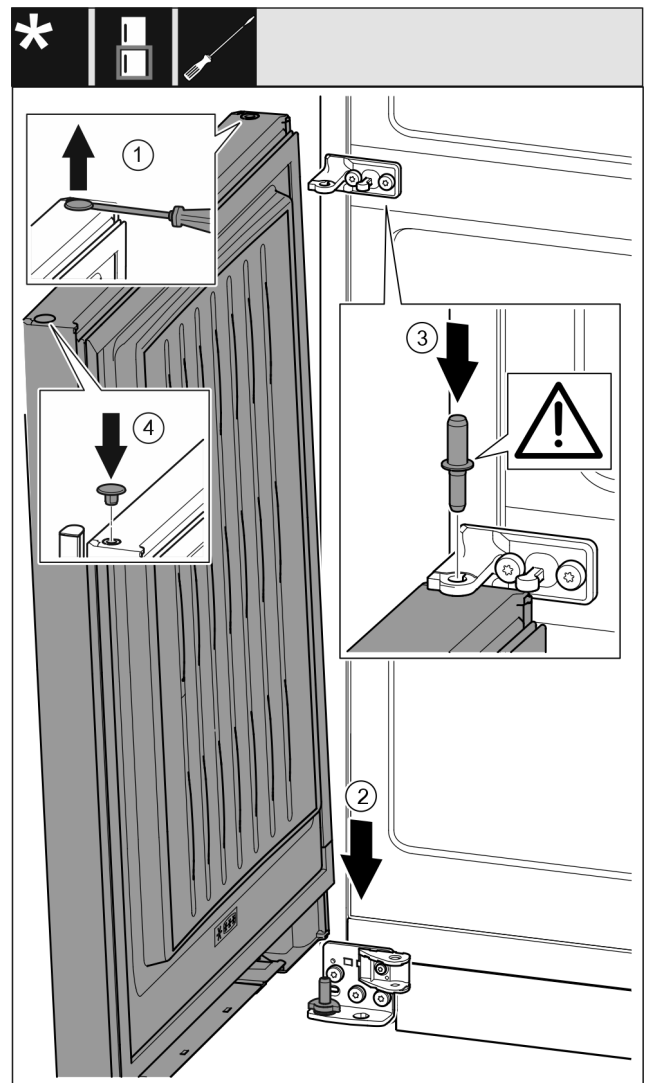

Fig. 35
- ▶ Stopfen *Fig. 35 (1)* vorsichtig mit einem Schlitzschraubendreher anheben und herausziehen.
- ▶ Tür *Fig. 35 (2)* von oben auf den unteren Lagerbolzen aufsetzen.
- ▶ Lagerbolzen Mitte *Fig. 35 (3)* durch Lagerbock Mitte in die untere Tür einsetzen. Dabei darauf achten, dass der Rastnocken nach hinten zeigt.
- ▶ Stopfen *Fig. 35 (4)* auf der anderen Türseite wieder einsetzen.